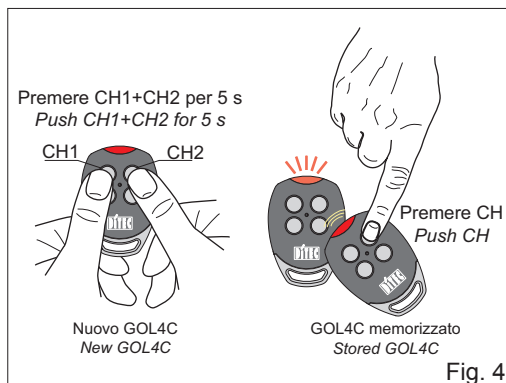

Fig. 4
6. CLONAGE GOL4C (fig. 4)
- Approcher le transmetteur GOL4C déjà mémorisé (comme indiqué en fig.4) et effectuer une transmission en appuyant sur n'importe lequel des boutons CH.
6. SPEICHERUNG GOL4C (Abb. 4)
- Den bereits gespeicherten Sender GOL4C wie in Abb. 4 dargestellt, direkt über den dauerhaft leuchtenden Handsender legen und eine beliebige Taste, des bereits gespeicherten Handsenders betätigen.